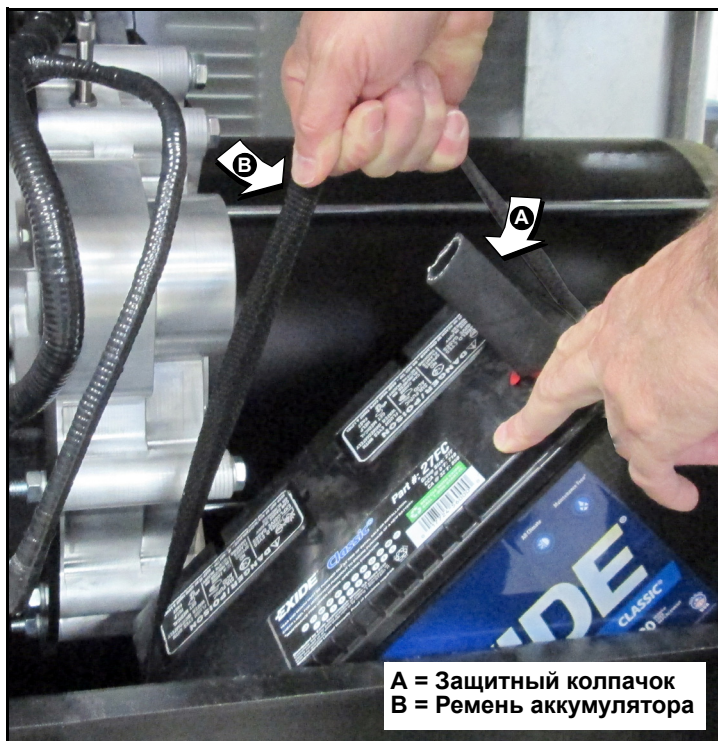

Рисунок 5-12. Установка аккумулятора (модели объемом 2,3 л)
1. Наденьте резиновый защитный колпачок на положительную (+) клемму аккумулятора. См. А рис. 5-12.
3. Когда аккумулятор наклонится в сторону, вставьте его в отверстие. См. В рис. 5-12.